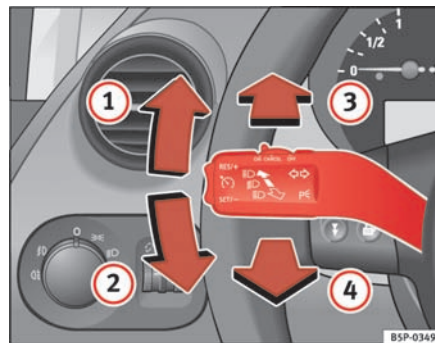

Fig. 78 Palanca de intermitentes y de luz de carretera
- Desplace la palanca hacia arriba hasta el tope ⇒ fig. 78 ① para encender el intermitente **derecho** o bien hacia abajo ②, para encender el intermitente **izquierdo**.
- Desplace la palanca hacia adelante $\Rightarrow$ **página 122, fig. 78**  para encender la luz de carretera.